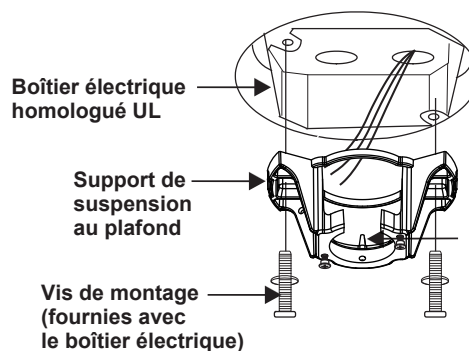

Figure 6
2. Fixez le support de suspension à la boîte de sortie de plafond à l'aide des vis et des rondelles fournies avec votre boîte de sortie. (Fig. 6)